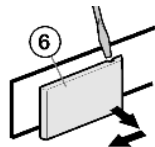

Fig. 6
- ▶ À l'aide d'un tournevis, dévisser le cache Fig. 6 (6) côté poignée puis l'enlever vers l'extérieur.